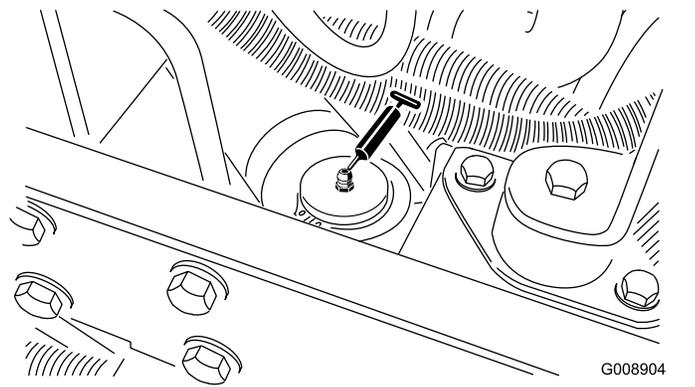

Figure 42
- Vérin de direction (Figure 42).